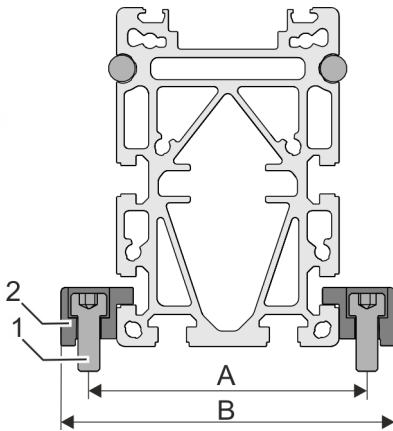

Abb. 20: Klemmleisten befestigen
3. → Zwei Schrauben (Abb. 20/1) für jede Klemmleiste (Abb. 20/2) festziehen.